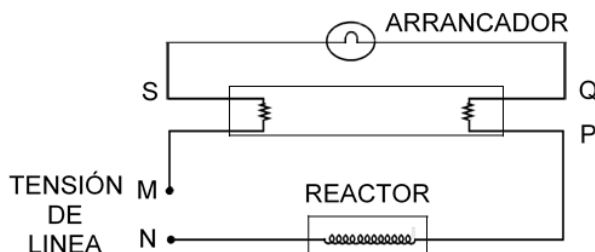

Figura 19.11: Circuito con la lámpara fluorescente, el arrancador y el reactor
- 4) Establezca ahora el siguiente circuito (figura 19.11). Previamente se unió P - P, Q - Q y S - S: